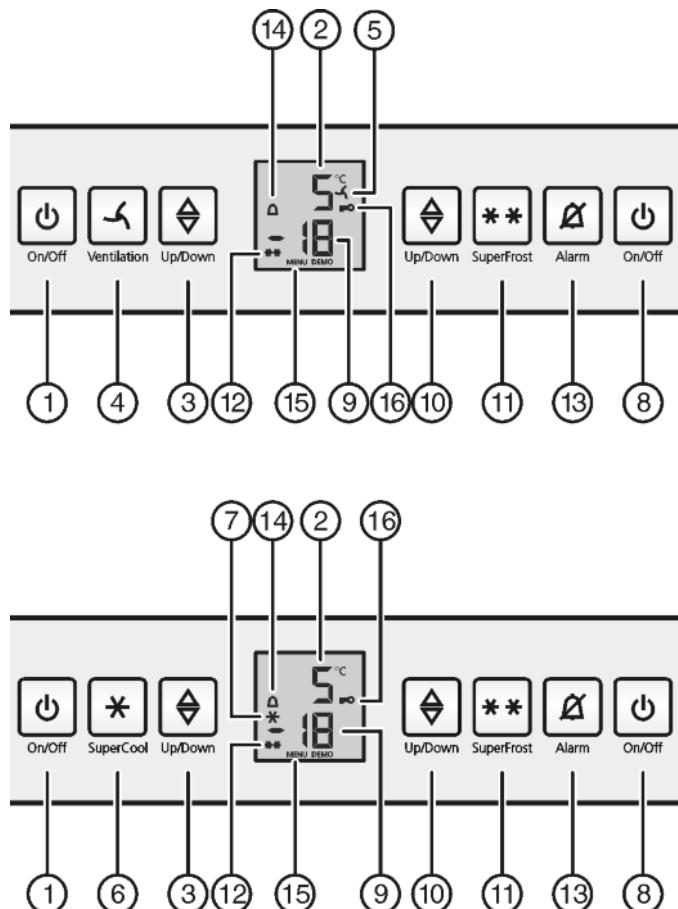

Fig. 2
- Нажмите кнопку On/Off морозильного отделения Fig. 2 (8).
- Нажмите кнопку On/Off холодильного отделения Fig. 2 (1).
- Активация режима настройки: Нажмите кнопку SuperFrost Fig. 2 (11) и удерживайте ее прим. 5 секунд.
- На индикаторе будет отображаться символ «Меню» Fig. 2 (15).
- Для подтверждения нажать и отпустить кнопку «SuperFrost» Fig. 2 (11).
- На индикаторе горит символ «Защита от детей» Fig. 2 (16).
- Нажмите и сразу отпустите кнопку On/Off морозильного отделения Fig. 2 (8).
- Символ «Защита от детей» Fig. 2 (16) гаснет.
Одновременно мигает индикация температуры и символ тревоги Fig. 2 (14).
Звуковой сигнал выключается автоматически, символ аварийного сигнала Fig. 2 (14) выключается и индикатор температуры перестает мигать, если температура снова становится достаточно низкой.
- Нажмите кнопку Alarm Fig. 2 (13).